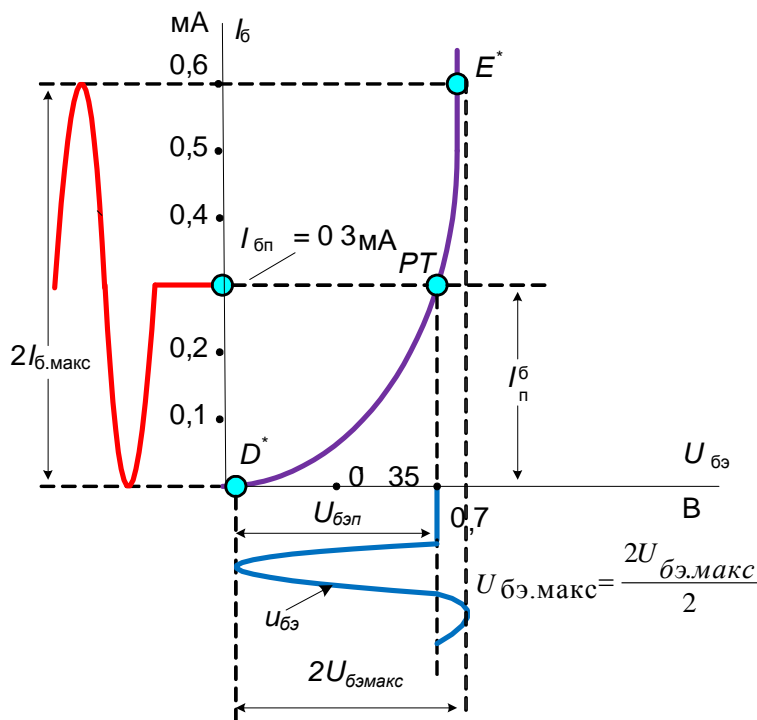

Рис.6.13.
3. Перенесём рабочий участок нагрузочной характеристики на входную ВАХ транзистора (рис.6.13).
Внимание. Стоит обратить внимание на форму переменного напряжения $U_{бэ}$ на входе усилителя (Рис.6.13): форма сильно искажена, несмотря на то, что на вход был подан сигнал синусоидальной формы ($u_{вх} = U_{вх.макс} \sin \omega t$). Это ещё раз подтверждает тот факт, что входное сопротивление транзистора носит нелинейный характер (вспомним входную ВАХ транзистора).